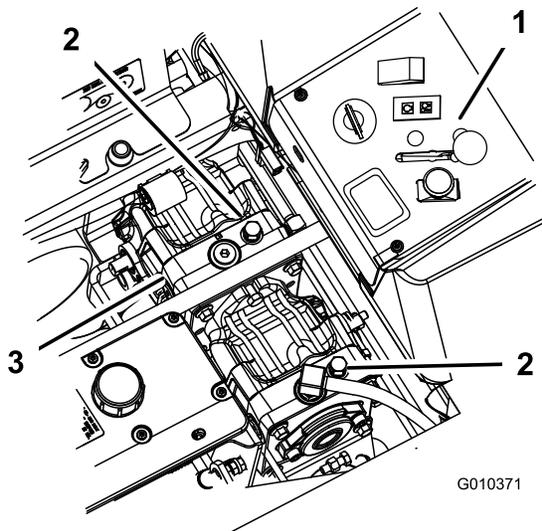

Figure 33
2. Tournez les vannes de dérivation d'un tour dans le sens antihoraire pour pousser la machine (Figure 33).
Tournez les vannes de dérivation d'un tour dans le sens horaire pour conduire la machine (Figure 33).